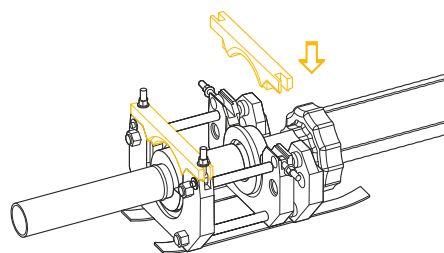

Рис. 4.6.7
- Зафиксировать упорные вставки прижимными планками. Зафиксировать прижимные планки гайками (рис. 4.6.7).